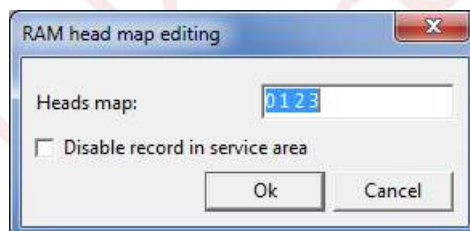

Fig.8.6.
- ◆ Select the «RAM head map editing» command (Fig. 8.6).